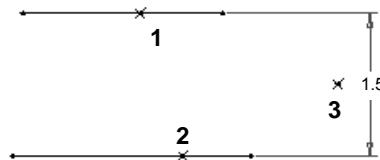

图 4.9.2 平行线距离的标注
Step2. 分别单击位置1和位置2以选择两条平行线，中键单击位置3以放置尺寸（图4.9.2）。